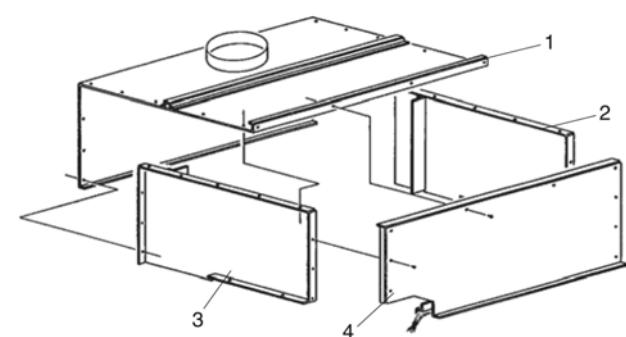

Рис. 3.4
Дымосборная камера поставляется в виде четырех частей, которые соединяются между собой с помощью винтов, входящих в комплект поставки (Рис. 3.4). Для сборки необходимо закрепить правую боковую панель (2) на верхней панели (1) с помощью девяти саморезных винтов TE 12E x 1/2". Такую же операцию необходимо выполнить для правой боковой панели (3). В конце закрепите панель (4), которая снимается при чистке. После завершения сборки установить дымосборную камеру на чугунный корпус котла.